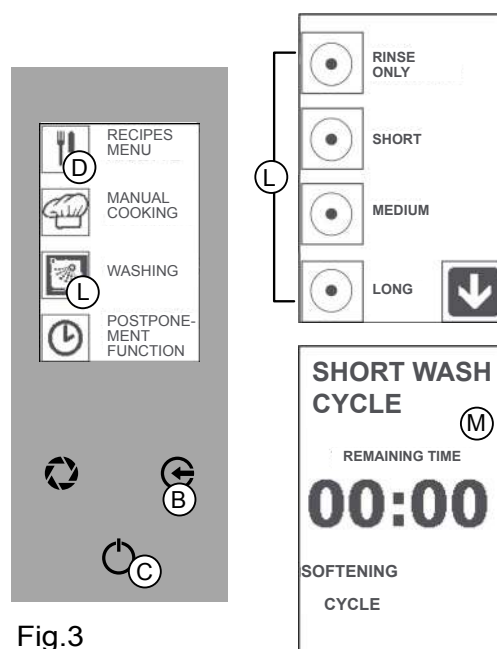

Fig.3
Druk op de icoon "WASSEN" (Afb. 3/L).
2. Druk op de overeenkomstige icoon om de gewenste wascyclus te selecteren (Afb. 3/L).
Druk op de toets "ENTER" (Afb.3/C) om het wassen te starten.
Op het display verschijnen de kenmerken van de geselecteerde wascyclus met het terug tellen van de tijd (Afb. 3/M).
Druk op de toets "ENTER" (Afb.3/C).
Voordat het REINIGINGSMIDDEL wordt ingevoerd (Afb.3/M - WEKEN)
Druk op de toets "ENTER" (Afb.3/C) om het wassen te hernemen.
Druk meerdere malen op de toets "ESC" (Afb. 3/B) om naar het beginscherm terug te keren.
Het wassen moet verplicht hervat worden; druk op de toets "ENTER" (Afb.3/C).